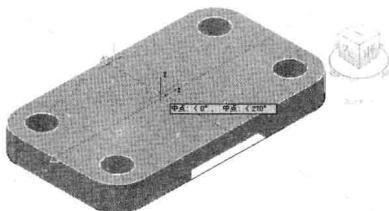

图 9-6-4
(7) 在“实体编辑”面板中单击“差集”按钮 \ominus ，单击拉伸实体，按Enter键；单击长方体，按Enter键，差集运算后，实体底部被挖除了一部分。
(8) 依次单击状态栏中的“DUCS”按钮和“对象捕捉追踪”按钮，启动这两项功能。选择菜单命令“绘图/建模/圆柱体”，将光标移至实体顶面上，当平面显示出虚线时，将光标移至边线的中点，捕捉边线中点后，当显示追踪线时再捕捉另一边的中点，当显示两条追踪线时，捕捉并单击两条追踪线的交点，该交点作为圆柱体底面的中心点，如图9-6-4所示。